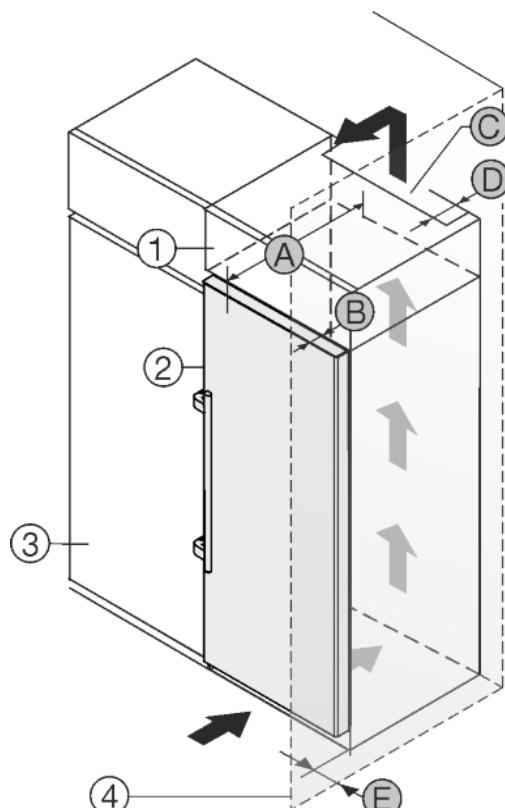

Fig. 20
Устройство может быть окружено кухонными шкафами. Чтобы уравнять устройство Fig. 20 (2) по высоте с кухонной стенкой, можно установить над устройством дополнительный шкафчик Fig. 20 (1).
Установить устройство можно непосредственно рядом с кухонным шкафом Fig. 20 (3). Чтобы можно было полностью открыть двери, устройство должно выступать на глубину Fig. 20 (B) относительно передней стенки кухонного шкафа. В зависимости от глубины кухонных шкафов и использования пристенных распорок устройство может выступать и больше.
- На задней стенке дополнительного шкафчика должен быть вентиляционный канал с глубиной Fig. 20 (D) по всей ширине этого шкафа.
- Нужно соблюдать вентиляционное отверстие Fig. 20 (C) под нижней панелью.
Если устройство установлено на шарнирах у стены Fig. 20 (4), то нужно соблюдать расстояние Fig. 20 (E) между устройством и стеной. Настолько выступает ручка при открытой дверце.